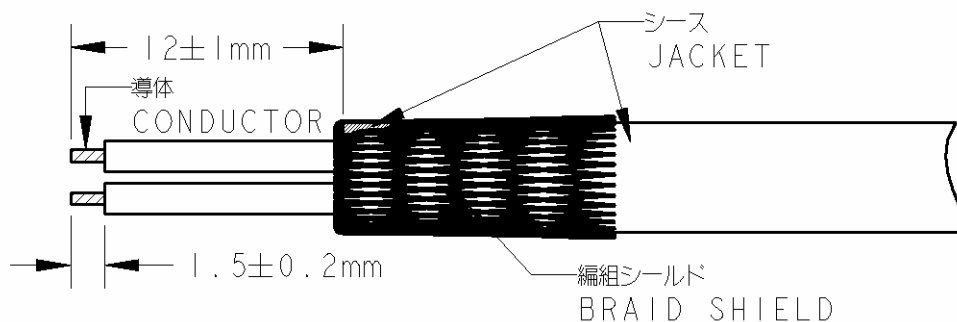

Fig.1
1) ケーブルシースと心線を Fig.1 に示す寸法に従って、被服剥きを行います。その際、心線に傷をつけない様に注意して下さい。もし、傷ついたり、一部が切断した場合はやり直して下さい。尚、被服剥き後、編組シールド (ドレンワイヤー含む) をシースの外側に折り返し、介在と押さえテープは除去します。
1) Strip the cable jacket and insulation of the wires in accordance with Fig. 1. At this time do not cut or damage the wires/cable. Cut cable end and retry if the cable or wires are cut off or damaged. After strip the cable jacket and insulation of the wires, turn braid shield (included drain wire) outside of jacket and remove filler and binder tape.